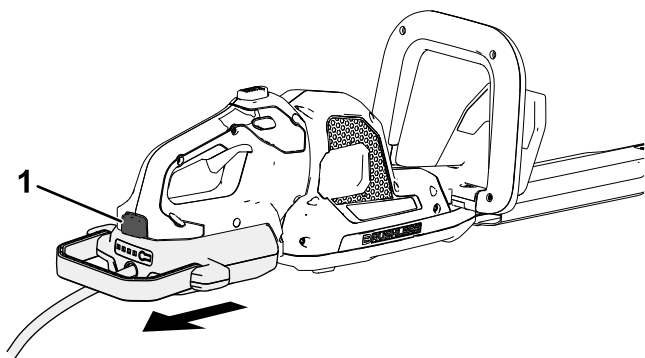

図 6
1. 器具についているラッチボタンを押し、バッテリーコネクタを器具から外す 図 6。